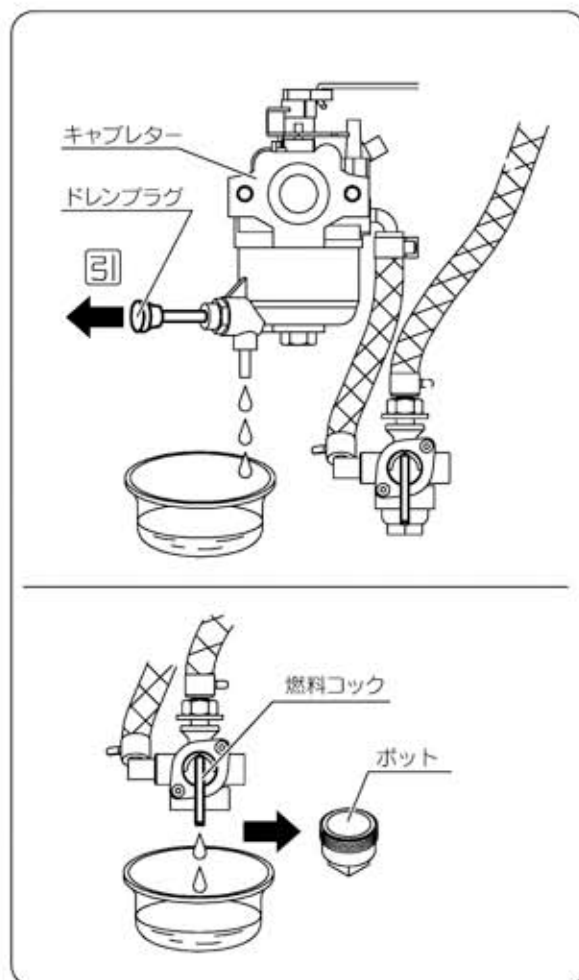

図53
- ④カバーをかけ、湿気やホコリの少ない場所に置いてください。
■燃料の抜取り (図53)